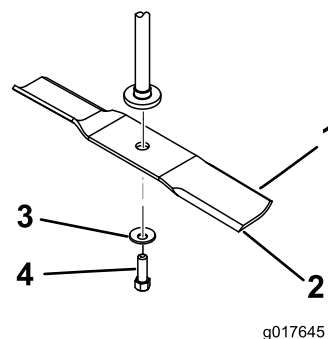

Figura 53
Sujete el extremo de la cuchilla usando un trapo o un guante grueso. Retire del eje el perno de la cuchilla, la arandela curva y la cuchilla (Figura 53).
1. Instale la cuchilla en el eje (Figura 53).
2. Instale la arandela curva (con la copa hacia la cuchilla) y el perno de la cuchilla (Figura 53).